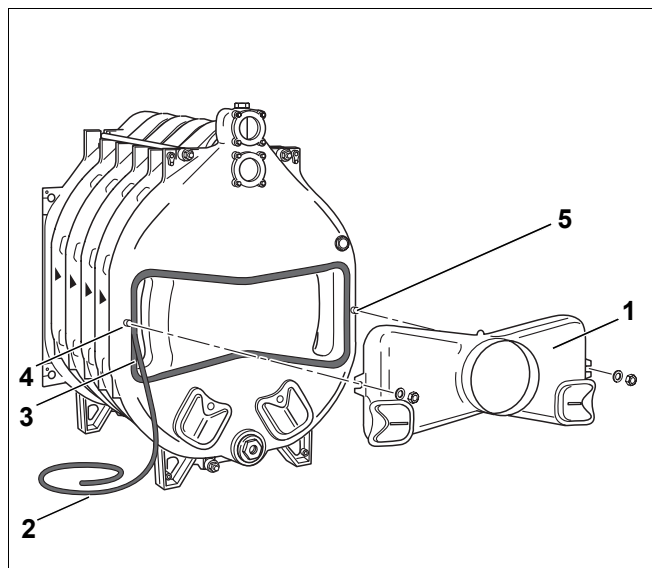

Bild 24 Montage – Abgassammler
Zur Abdichtung der Verbindungen zwischen Kessel und Abgassammler (Bild 24, **Pos. 1**) wird KM-Schnur eingesetzt (Bild 24, **Pos. 2**).
Die Dichtschnur sollte so eingelegt werden, dass sich der Dichtschnurstoß im seitlichen Bereich der Nut befindet (Bild 24, **Pos. 3**).
- ▶ Abgassammler auf die beiden Stiftschrauben am Hinterglied aufsetzen (Bild 24, **Pos. 4 u. 5**) und mit Unterlegscheiben und Muttern anschrauben.